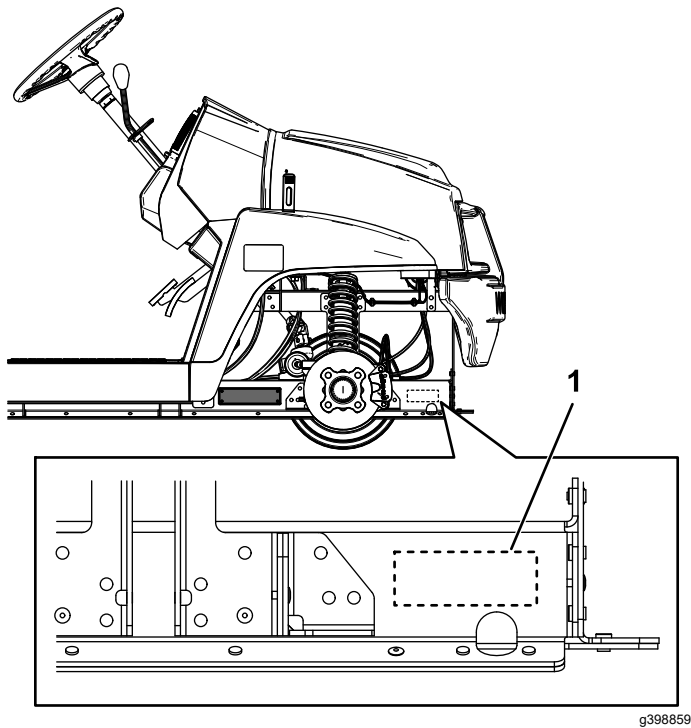

Figura 5
2. Estampar el número de serie de la máquina en la posición indicada en Figura 5.